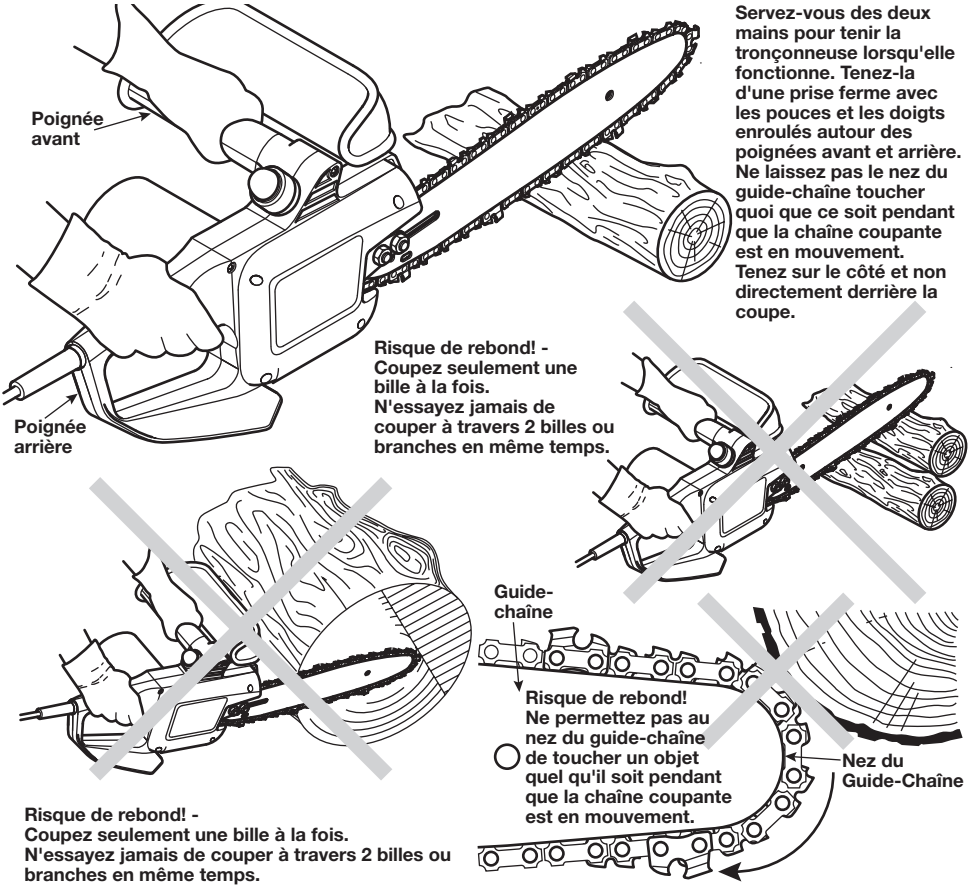

Fig. 1 Utilisation correcte de la tronçonneuse pour éviter les rebonds
- **Un rebond rotatif** peut se produire lorsque l'extrémité supérieure du guide-chaîne heurte un objet alors que la chaîne est en mouvement (Fig. 1). La chaîne peut en conséquence s'enfoncer dans l'objet et s'arrêter momentanément de tourner. Le guide-chaîne est alors propulsé vers le haut à toute vitesse et se retourne vers l'utilisateur dans un mouvement inverse ultra-rapide.